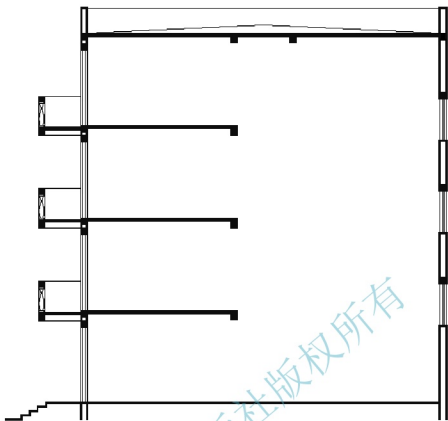

图 4.101 修整剖面图
⑥ 修整剖面图：用【多段线编辑】命令将墙体加粗并绘制出屋面坡度线和门窗，结果如图 4.101 所示。